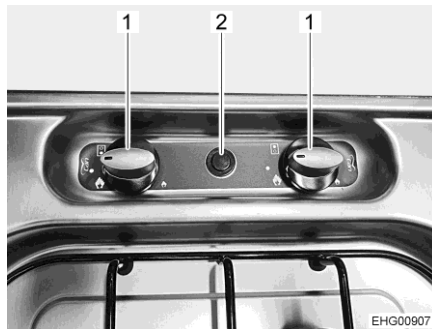

Bild 106 Gasspis
- Vrid vridregulatorn (Bild 106,1) till önskad låga till tändningsläge (stor låga).
- Tryck på tryckknappen (Bild 106,2). På brännaren skapas en gnista. Tryck på tryckknappen flera gånger om det behövs.